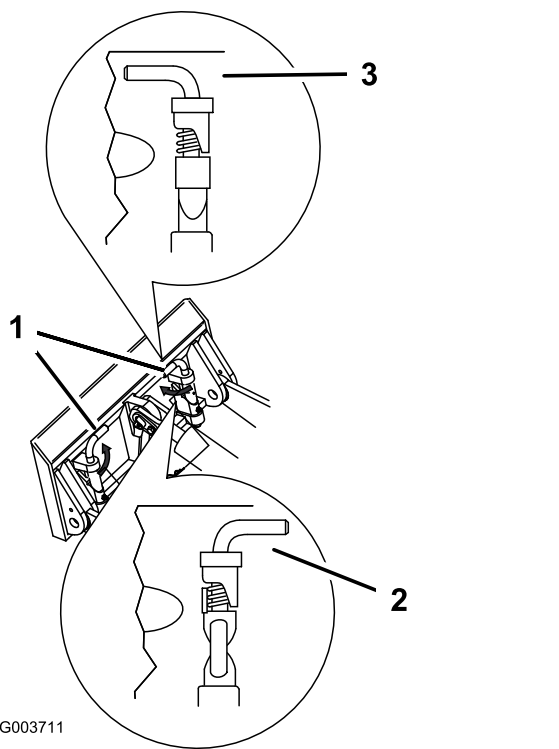

図 17
7. クイック取り付けピンを取り付けプレートにはめ込み、確実にはまっていることを確認する 図 17。